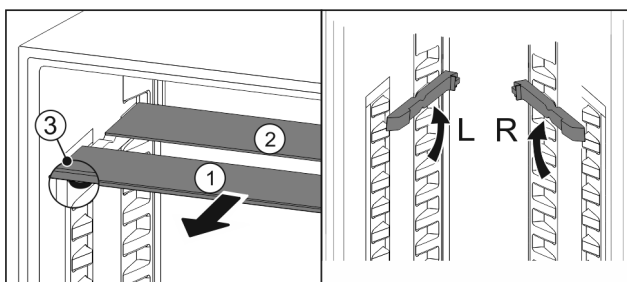

Fig. 115
- ▶ Skleněné desky jednotlivě vytáhněte dopředu Fig. 115 (1).
- ▶ Skleněná deska Fig. 115 (1) s ozdobnou lištou leží vpředu.
- ▶ Zářky Fig. 115 (3) směřují dolů.